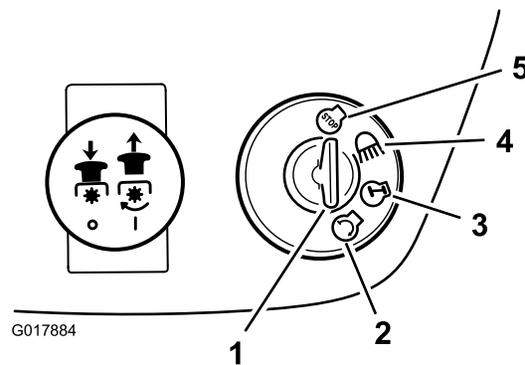

Figura 10
- Gire la llave de contacto en el sentido de las agujas del reloj y manténgala en la posición de Arranque (Figura 10).
2. Gire la llave de contacto a la posición de Desconectado (Figura 10).